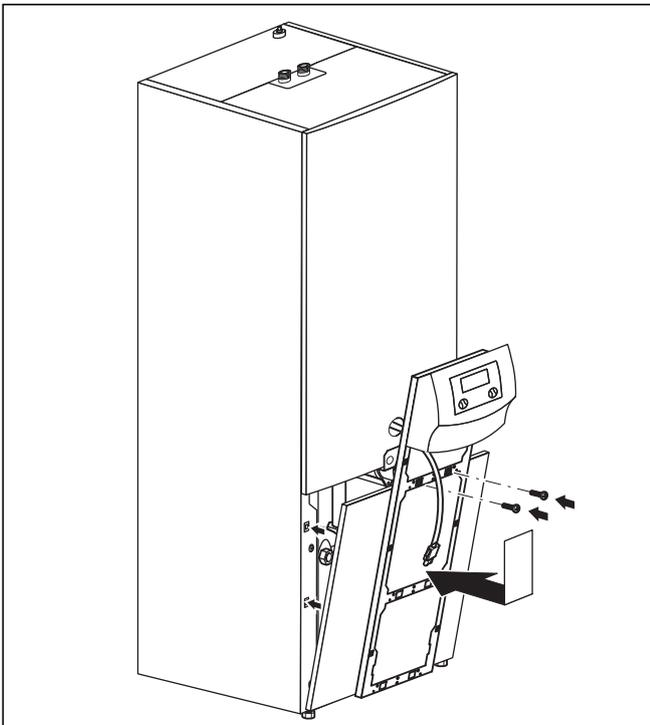

Abb. 6.13 Vordere untere Verkleidung montieren
- Setzen Sie die untere Verkleidung auf den Rahmen, ziehen Sie die Anschlussleitungen der Bedieneinheit durch den Rahmen und drücken Sie dann die Verkleidung in die Clipshalterung am Gehäuse. Schrauben Sie den Konsolenrahmen wie in Abb. 6.13 gezeigt mit den beiden Schrauben am Gehäuse fest.